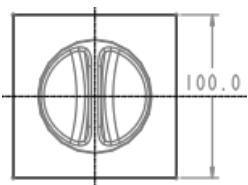

图 11.15 截面草图
(1) 单击 模型 功能选项卡 形状 ▾ 区域中的 拉伸 按钮。
(2) 在模型树界面中选择 → 命令。在系统弹出的“模型树项”对话框中选中 特征 复选框，然后单击 确定 按钮。此时，模型树中会显示出分型面特征。
(3) 创建实体拉伸特征。
① 选取拉伸类型。在出现的操控板中，确认“实体”类型按钮 被按下。
② 定义草绘截面放置属性。在绘图区中右击，从系统弹出的快捷菜单中选择 定义内部草绘... 命令。选择 ASM_TOP 基准平面作为草绘平面，草绘平面的参考平面为 ASM_RIGHT 基准平面，方位为 右，单击 草绘 按钮，至此系统进入截面草绘环境。
③ 绘制截面草图。进入截面草绘环境后，选取 ASM_RIGHT 基准平面和 ASM_FRONT 基准平面为草绘参考，截面草图如图 11.15 所示；完成特征截面的绘制后，单击“草绘”操控板中的“确定”按钮 。
④ 选取深度类型并输入深度值。在操控板中单击 选项 按钮，从系统弹出的界面中选取 侧 1 的深度类型 盲孔，再在深度文本框中输入深度值 45.0，并按回车键；然后选取 侧 2 的深度类型 盲孔，再在深度文本框中输入深度值 20.0，并按回车键。
⑤ 完成特征。在 拉伸 操控板中单击 按钮，完成特征的创建。